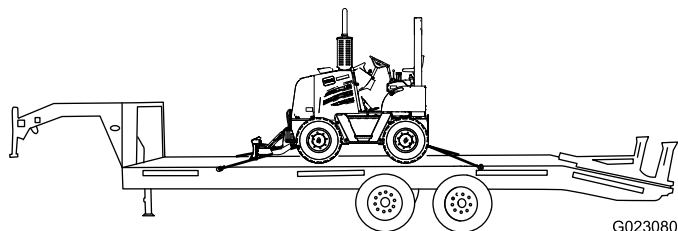

Figure 28
9. Arrimez l'avant de la machine sur la remorque au moyen de sangles et d'un tendeur (Figure 28).
10. Arrimez l'arrière de la machine sur la remorque au moyen de chaînes et d'un tendeur (Figure 28).